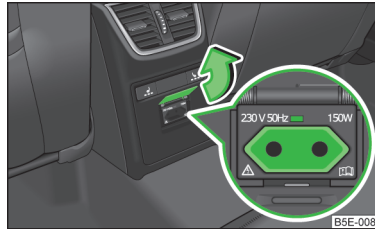

Fig. 73
- Deschideți capacul prizei în sensul indicat de săgeată » fig. 73.